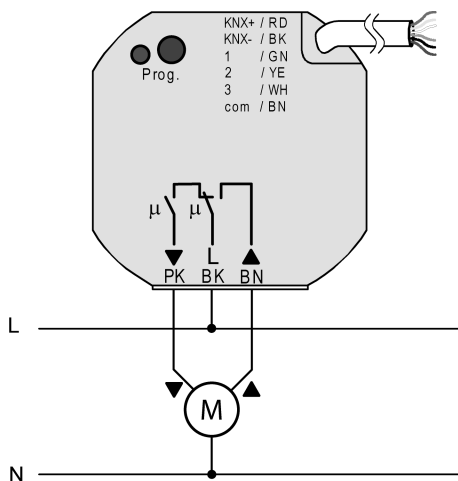

Figura 4: Collegamento della tensione di rete e del carico
- (4) Scatola apparecchi (per esempio scatola elettronica)
- (5) Parete divisoria
- (6) Interruttore per collegamenti in serie
- (7) Contatto a potenziale zero, ad es. contatto finestra
- Collegare la tensione di rete e l'azionamento veneziana con l'ausilio dei morsetti a innesto forniti in dotazione (figura 4).